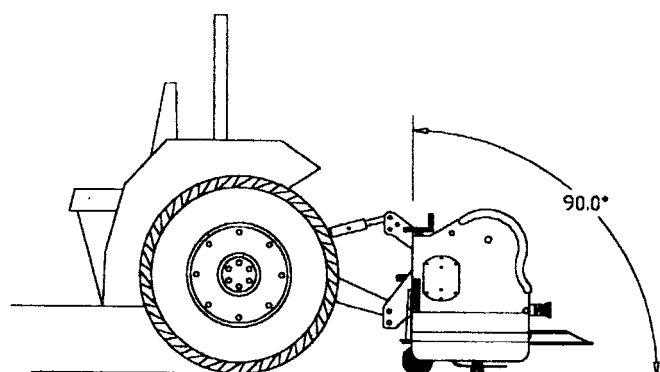

Fig. 8
- Réduisez ou augmentez la longueur de la biellette supérieure pour que la machine soit verticale (Fig. 8). Servez-vous du boîtier de mise à niveau du tracteur pour élever la machine uniformément vue de l'avant ou de l'arrière.